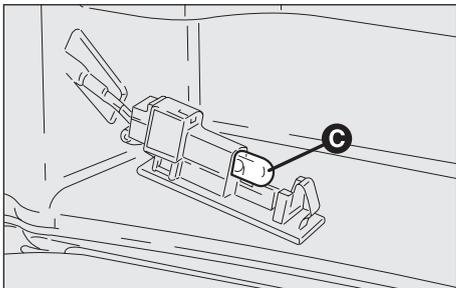

Abb. 62
- Die unter Druck eingesetzte Glühlampe (**C, Abb. 62**) ersetzen.